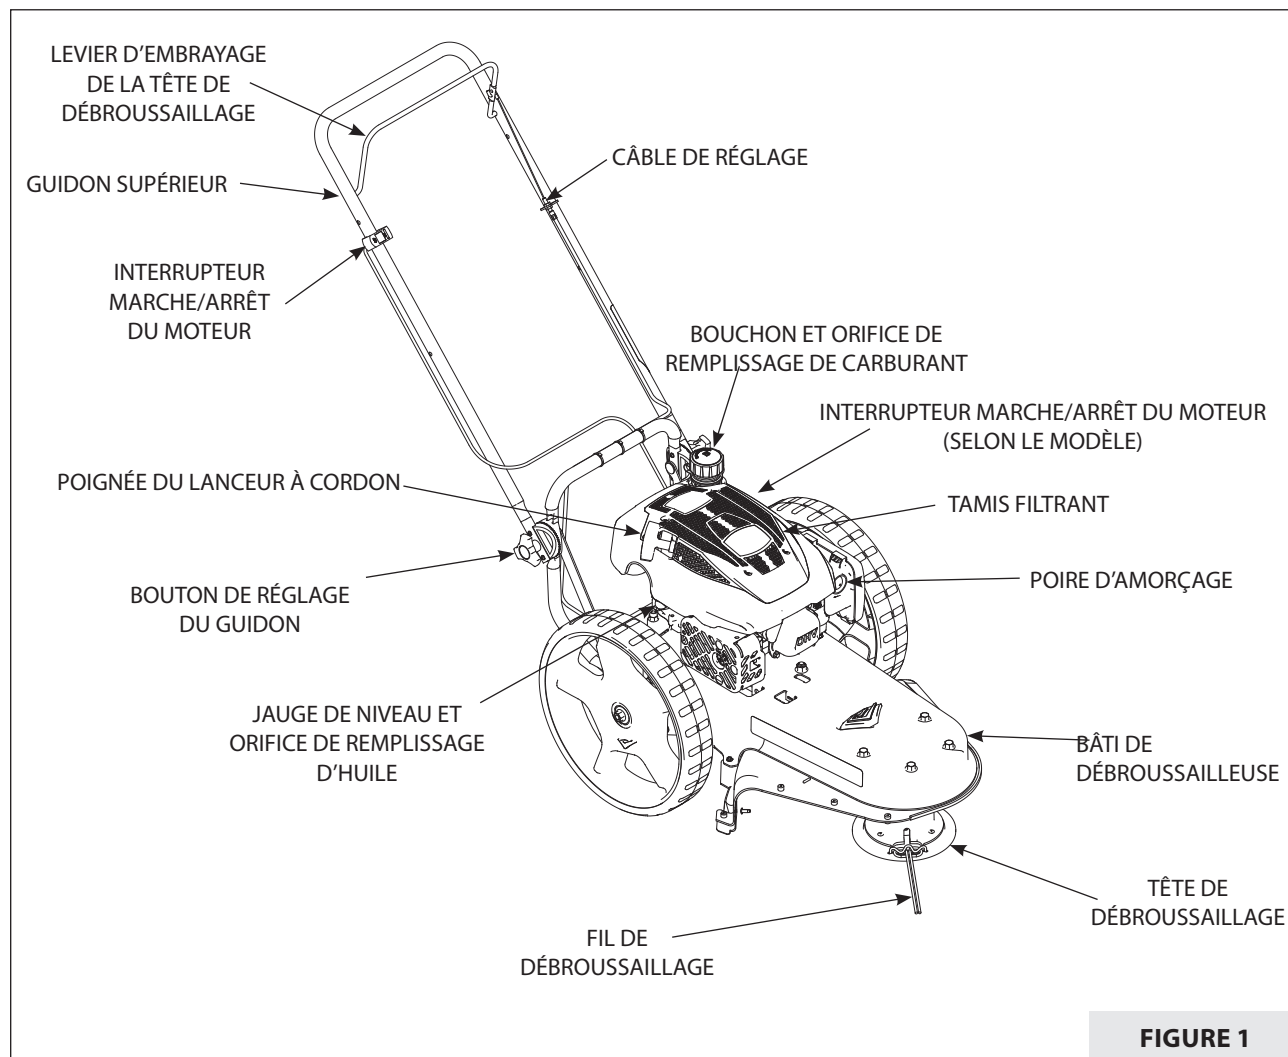

FIGURE 1
Lire le manuel de l'utilisateur et les règles de sécurité avant de faire fonctionner la débroussailleuse. Prendre le temps de comparer l'illustration suivante avec la débroussailleuse afin de se familiariser avec le produit et ses commandes. **VOIR FIGURE 1.**
1. Avant chaque utilisation, éliminer les saletés du tamis filtrant. **VOIR LA FIGURE 1 À LA SECTION « CARACTÉRISTIQUES ».** Les saletés peuvent provoquer la surchauffe du moteur. Essuyer le tamis filtrant avec un chiffon ou une serviette en papier.